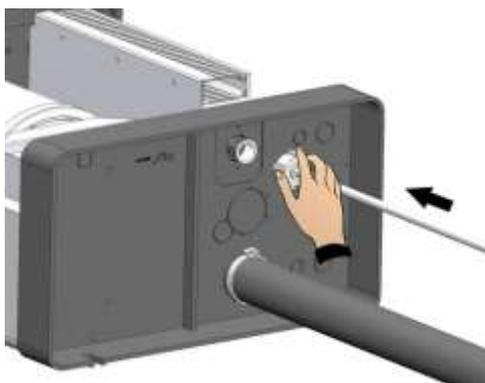

Fig. 11
7. Collegare la linea di carico dell'acqua all'attacco $\frac{3}{4}$ GAS dell'elettrovalvola posta sotto l'umidificatore (fig. 11 e 12).